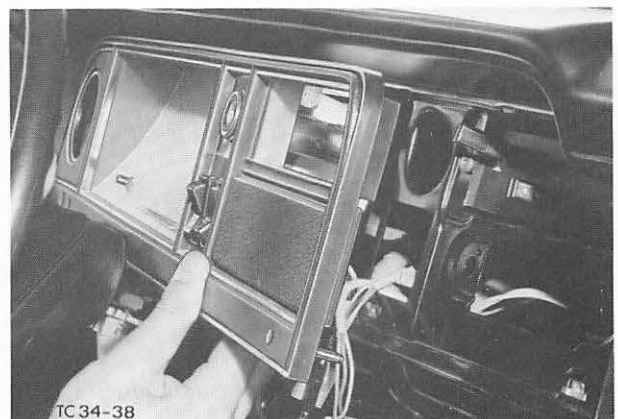

Abb. 18 Kombi-Instrument ausbauen
5. Abdeckplatte – Instrumententafel lösen (6 Schrauben), Knopf-Potentiometer abziehen und Blende zusammen mit dem Kombi-Instrument (eine Einheit) so weit nach vorn ziehen, bis die Rückseite zugänglich ist, Abb. 18. (Um das Kombi-Instrument weit genug nach vorn ziehen zu können, Antriebswelle – Geschwindigkeitsmesser von den Clipsen am Heizungsgehäuse und Längsträger trennen und nach innen durchstecken.)